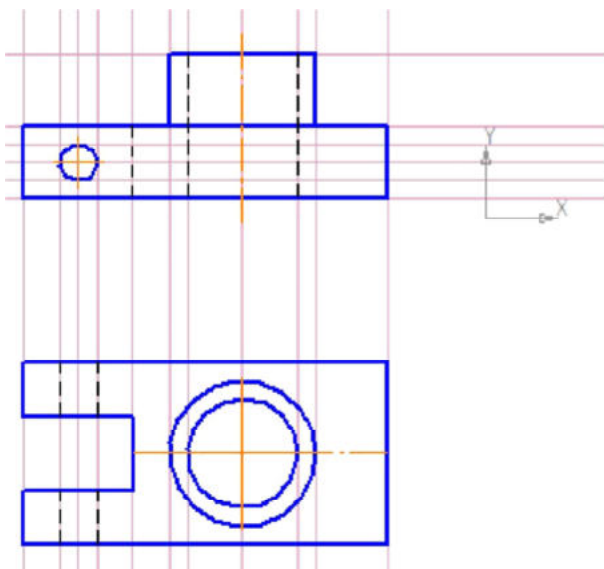

Рис. 8
- ☐ чтобы построить *вид слева*, проведите проекционные связи от каждой точки контура главного вида ( – **Горизонтальная прямая**, панель расширенных команд  – **Параллельная прямая**) – рис. 8;